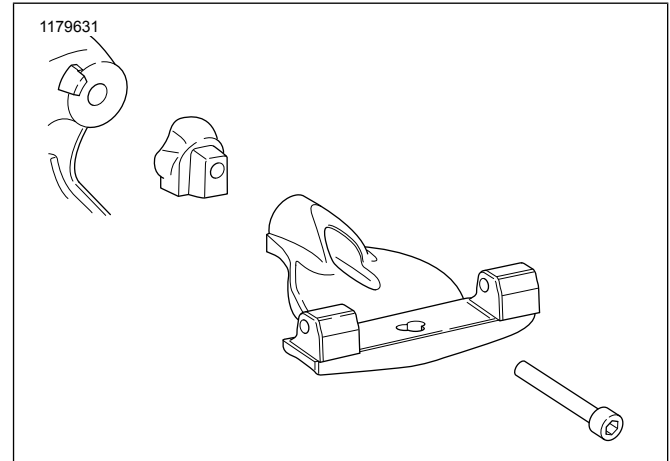
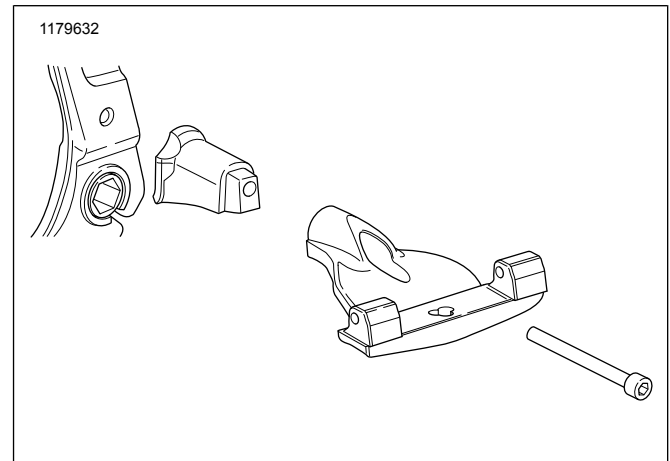

Figura 1. Installazione lato destro: **FXBR/S, FXBB, FLFB/S, FLSL, FXLR**
Figura 2. Installazione lato destro: **FLSB, FLHC, FLDE**
2. Per i modelli **FXBR/S, FXBB, FLFB/S, FLSL e FXLR**, vedere Figura 1. Per i modelli **FLSB, FLHC e FLDE**, vedere Figura 2. Posizionamento del montante della pedana. Applicare il frenafilietti Loctite 243 alla vite con testa a esagono incassato e inserirlo nel gruppo pedana e attraverso l'adattatore corretto, nonché nel foro di montaggio.